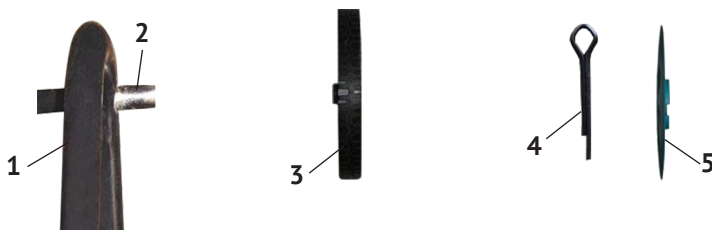

рис.3
6.2 Монтаж колёс с осью см. рис.3:
- Монтаж колёс производить в последовательности, изображённой на рис.3;
- зафиксировать колесо шплинтом и установить колпак колеса (рис.3 поз.5).